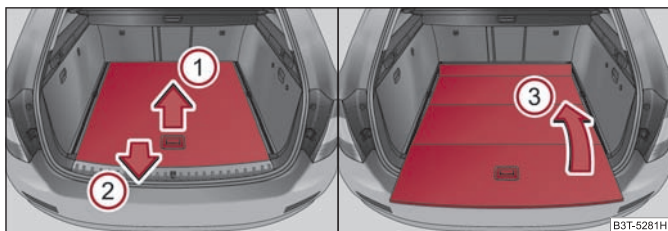
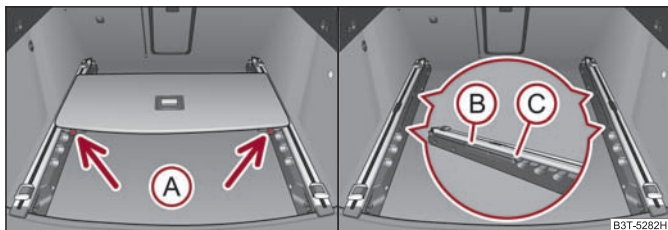

Fig. 91 Spațiul pentru bagaje: pliarea podelei variabile
Fig. 92 Spațiul pentru bagaje: Demontarea podelei variabile
- Apucați de mâner partea din spate a podelei, ridicați puțin în direcția săgeții ① ⇒ fig. 91 și trageți-o peste bara de protecție în direcția săgeții ②, până se fixează în orificiul C ⇒ fig. 92.
- Prin mișcarea în sensul săgeții ③ ⇒ fig. 91, pliați podeaua.
- Apăsăți tastele de siguranță A ⇒ fig. 92 și scoateți podeaua.
- Împingeți podeaua în față până se fixează în orificiile B ⇒ fig. 92 din șine.